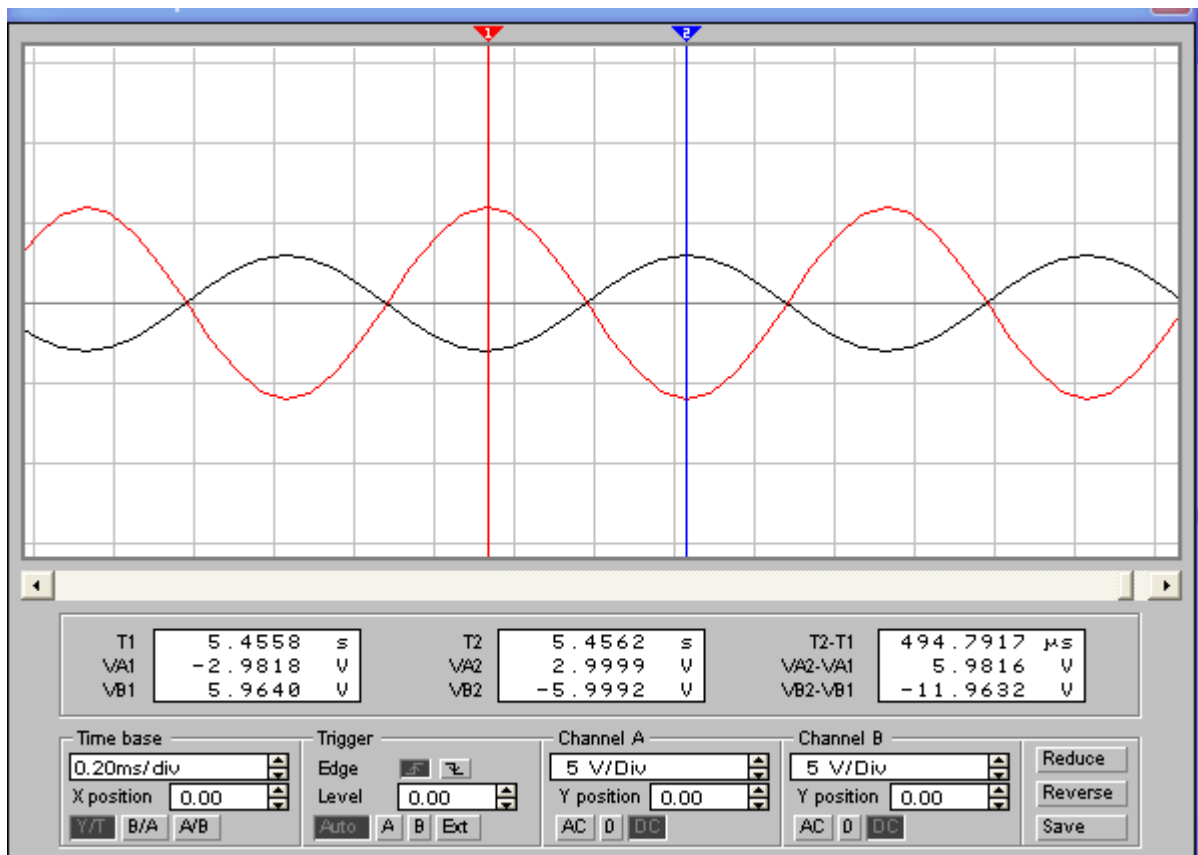

Рис. 9
– розгорніть зображення на увесь кран горизонтальною прокруткою (рис. 9).
Амплітуди $U_{m\text{вих}}$ і $U_{m\text{вх}}$ вимірюються на збільшеному екрані осцилографа (рис. 9) встановленням маркерів 1 і 2 на різнополярні амплітуди.